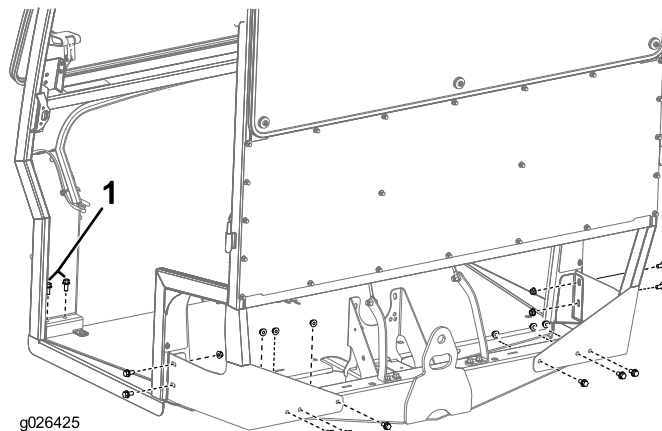

Figure 5
2. Fixez le cadre à la machine au moyen de 10 boulons (3/8 x 3/4 po), 10 écrous (3/8 po) et 4 boulons (3/8 x 7/8 po), comme montré à la Figure 5.